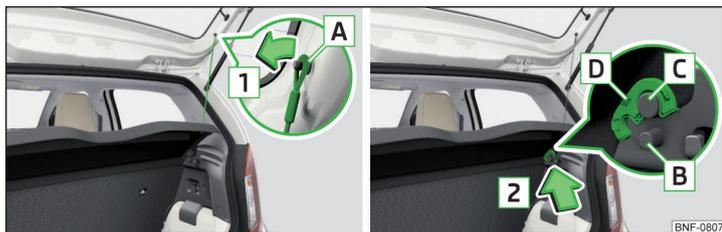

Fig. 81 Retirar la cubierta del maletero
Si las cintas de sujeción **A** » fig. 81 están enganchadas en la tapa del maletero, entonces al abrir la tapa también se levantará la cubierta del maletero (a continuación, sólo cubierta).
➤ Subir la tapa y bloquearla sobre ambos lados de la tapa del maletero en los pernos **B** » fig. 81.
➤ Abatir la cubierta levantada hacia abajo. La cubierta se desprende del perno **B** » fig. 81.
- Sacar en ambos lados de la tapa del depósito las cintas de sujeción **A** en el sentido de la flecha **1** » fig. 81.
- Coloque los alojamientos **D** en la cubierta sobre los pernos **C** » fig. 81.